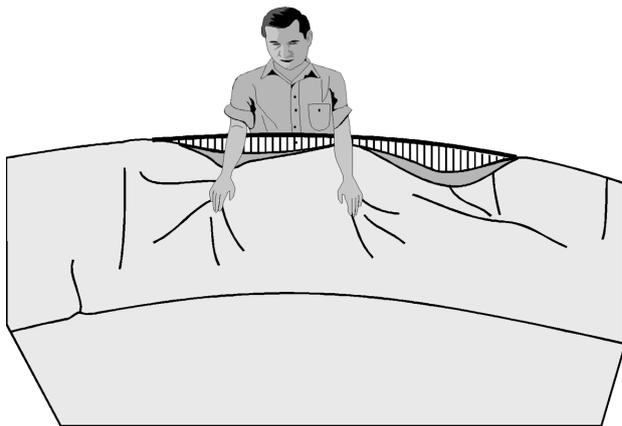

Abb. 14
2. Ausrichten der Folie (Abb. 14, 15)
- Ziehen Sie die Folie locker über den Stahlmantelrand und fixieren Sie die Folie mit einem Handlaufprofil (**Abb. 14**). Ziehen Sie die Folie zu diesem Zeitpunkt noch nicht straff. Gehen Sie im Kreis um das Pool herum und ziehen jeweils die Folie über den Mantel und fixieren Sie sie jedes Mal.